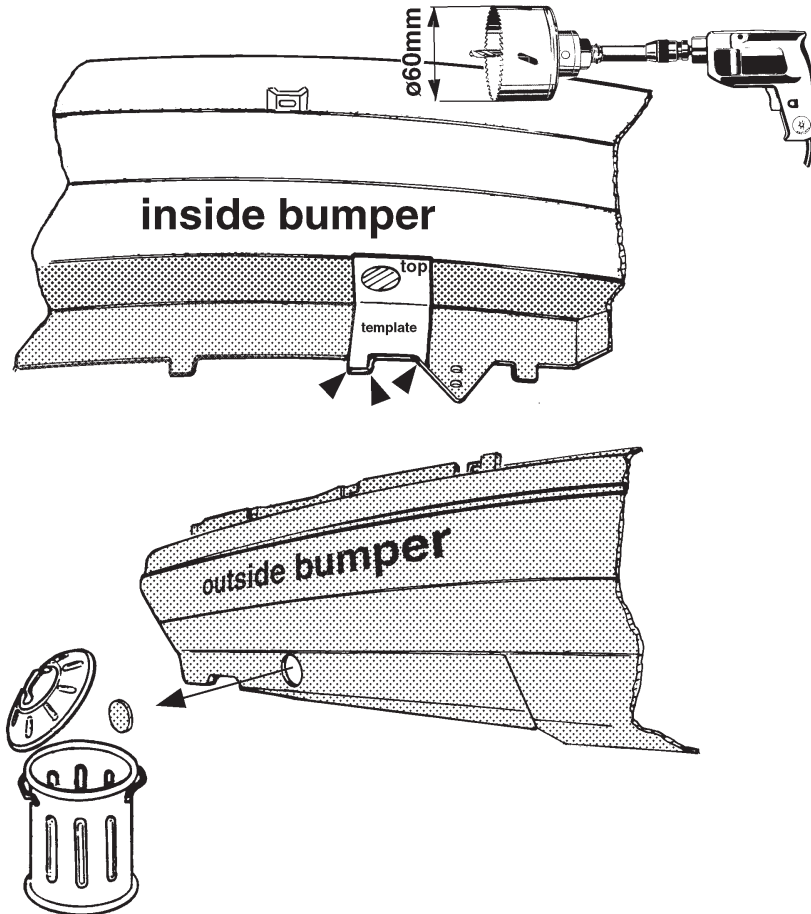

FIG.1
2. Positionner l'attache-remorque. Pour cela faire glisser les supports A dans le châssis, les trous B devant correspondre aux trous existants dans le châssis. Fixer à l'emplacement des trous B quatre boulons M10x30 (10.9). Découper le modèle et le poser à l'intérieur du pare-chocs conformément à la fig. 1. Le dessous du modèle doit correspondre au dessous du pare-chocs. Reporter le modèle sur les contours du pare-chocs et marquer la partie hachurée. Percer ensuite le trou marqué de 60 mm à travers le pare-chocs.
2. Anbringa dragstången. Skjut till detta stöden A in i chassit. Hålen B skall korrespondera med de befintliga hålen i chassit. Fäst fyra bultar M10x30 **(10.9)** vid hålen B. Klipp ur schablonen och anbringa denna på kofångarens insida enligt fig. 1. Schablonens undersida skall sammanfalla med kofångarens undersida. Se till att schablonen följer kofångarens konturer. Markera det streckade hålet. Borra sedan det markerade hålet 60 mm genom kofångaren.
2. Placer anhængertrækket. Skub forinden beslagene A ind i chassiset, hullerne B bør svare til de eksisterende huller i chassiset. Monter fire bolte M10x30 **(10.9)** ved hullerne B. Klip skabelonen ud og placer den på indersiden af kofangeren ifølge fig.1. Skabelonens underkant skal følge kofangerens underkant. Læg skabelonen således, at den følger kofangeren, og tegn det markerede hul. Bor dernæst hullet 60 mm igennem kofangeren.
2. Colocar el gancho de remolque, encajando para ello dentro del chasis los soportes A; los orificios B deben coincidir con los orificios existentes en el chasis. Fijar a la altura de los orificios B cuatro tornillos M10x30 (10.9). Recortar la plantilla y situarla en el lado interior del parachoques como indica la fig. 1. El lado inferior de la plantilla debe coincidir con el lado inferior del parachoques. La plantilla seguirá los contornos del parachoques y marcar el orificio trazado con rayas. Luego perforar 60mm a través del parachoques el orificio marcado.
2. Posizionare il gancio traino. Inserire i sostegni A nel telaio; i fori B devono coincidere con i fori presenti nel telaio. Inserire quattro bulloni M10x30 (10.9) nei fori B. Ritagliare la sagoma e posizionarla all'interno del paraurti, come indicato nella fig. 1. La base della sagoma deve coincidere con la base del paraurti. Lasciare che la sagoma segua i contorni del paraurti e tracciare il foro tratteggiato. Praticare il foro tracciato da 60 mm attraverso il paraurti.
2. Umieścić zderzak. W tym celu wsunąć wsporniki A do ramy podwozia; otwory B muszą być zgodne z otworami obecnymi w ramie podwozia. Umocować w miejscu otworów B cztery śruby M10x30 (10.9). Wyciąć szablon zamieszczony w dołączonej instrukcji i umieścić go zgodnie z rys.1 od wewnętrznej strony zderzaka. Dół wzornika musi być równy z dołem zderzaka. Wzornik należy ułożyć zgodnie z konturami zderzaka i odrysować zakresowany otwór. Następnie przewiercić zaznaczony otwór do 60 mm poprzez zderzak.